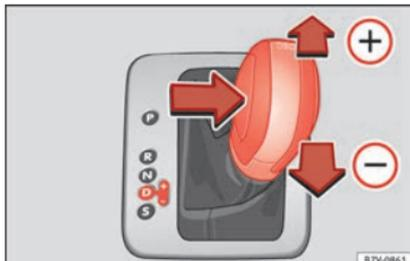

Fig. 202 Levier sélecteur sur la position Tiptronic (véhicules avec volant à gauche). Les véhicules avec le volant à droite sont disposés de manière symétrique.
- Poussez le levier sélecteur vers l'avant **+** ou l'arrière **-** pour passer à un rapport supérieur ou inférieur respectivement » **fig. 202**.